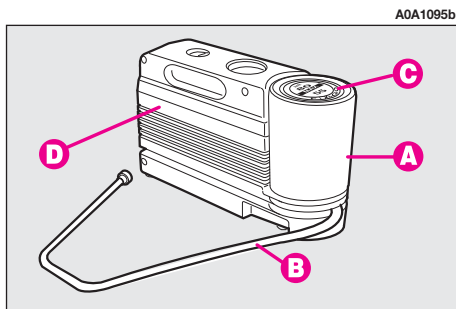

fig. 10
Il kit **fig. 10** è ubicato nel bagagliaio. Nel contenitore del kit di riparazione rapida sono reperibili anche il cacciavite e l'anello di traino.
- una bomboletta **A-fig. 10** contenente il liquido sigillante, dotata di: